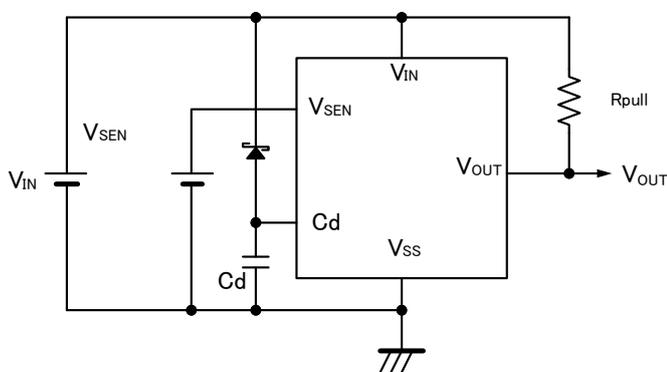

図 3:Cd 端子にショットキーダイオードを接続した回路例
- ・ 電源入力端子 - Cd 端子間にショットキーダイオードを接続。(図 3 参照)